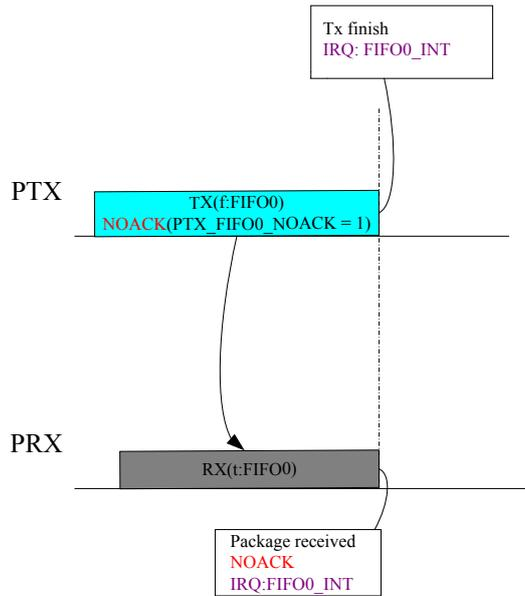

图 10-12 ACK 使能情况下 NOACK 功能中断示意图
- ◆ 在 ACK 功能使能时，通过配置 PTX_FIFO0_NOACK 控制位可告知 PRX 当前发送帧无需回复 ACK 帧（详见图 10-12）。
图 10-12 所示为收发 ACK 使能时，若设置 PTX_FIFO0_NOACK 为‘1’，PTX 在发送数据包完成后中断标志位 FIFO0_INT 将置‘1’，PRX 在接收数据包完成后中断标志位 FIFO0_INT 将置‘1’。与 ACK 不使能情况类似，接收端在响应中断时需检查 PRX_PHR_ERR 与 PRX_CRC_ERR 指示位判断所收取包 PHR 与 PSDU 是否正确。